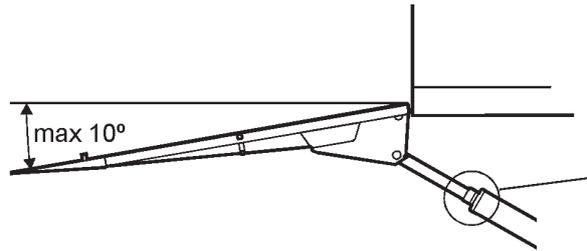

Abb. 48. Der Neigungswinkel muss auf max. 10° eingestellt werden
3. Neigen Sie die Plattform bis max. 10 Grad unter die Horizontalebene ab. Abb. 48.